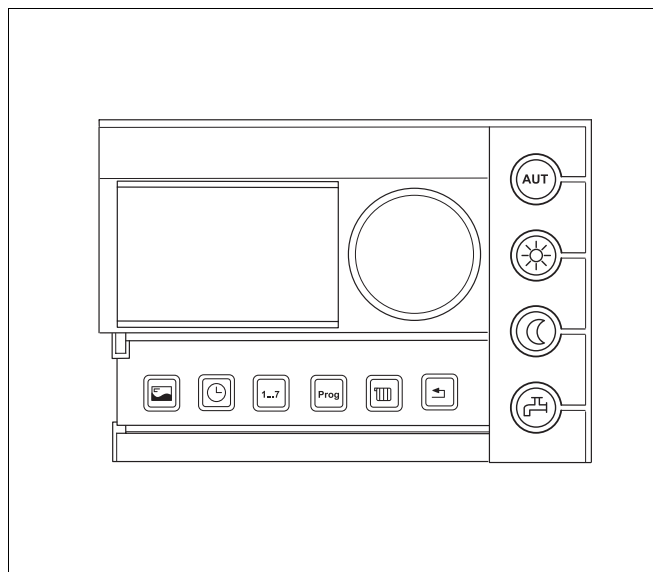

Fig. 7 Unità di servizio RC30 (con sportellino aperto)
- Effettuare le regolazioni dall'unità di servizio (p. es. RC30, vedi fig. 7). Si consiglia di verificare o impostare quanto segue: